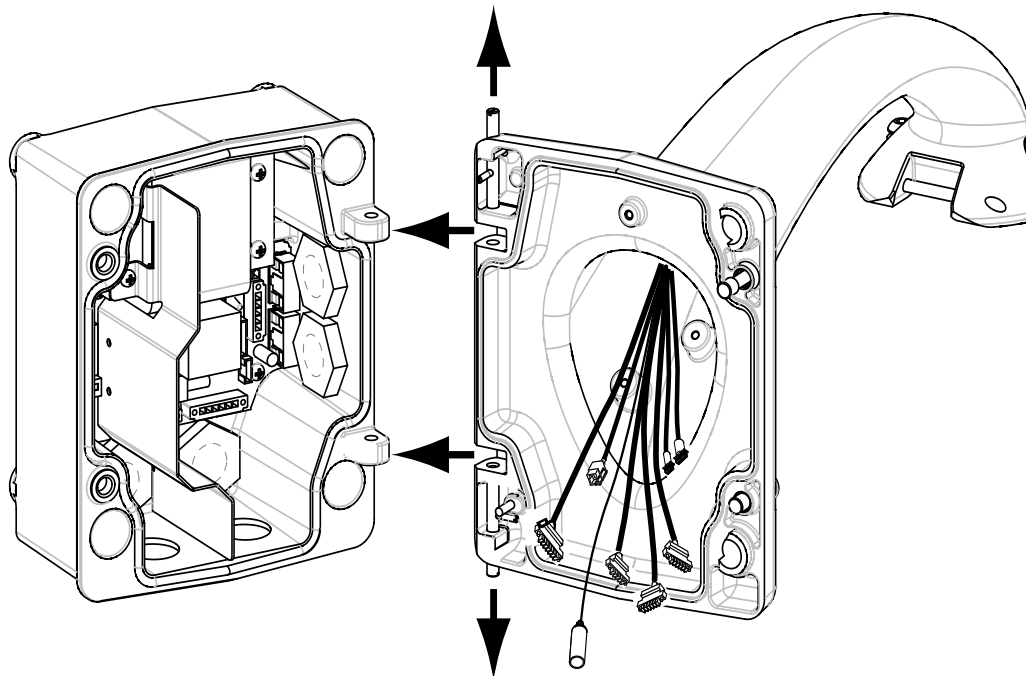

Figure 2.9 Alignement des charnières du bras de fixation sur le boîtier d'alimentation
3. Tout en maintenant la charnière supérieure ouverte, alignez les charnières supérieure et inférieure sur les charnières correspondantes du boîtier d'alimentation. Consultez la *Figure 2.9*, ci-dessus.